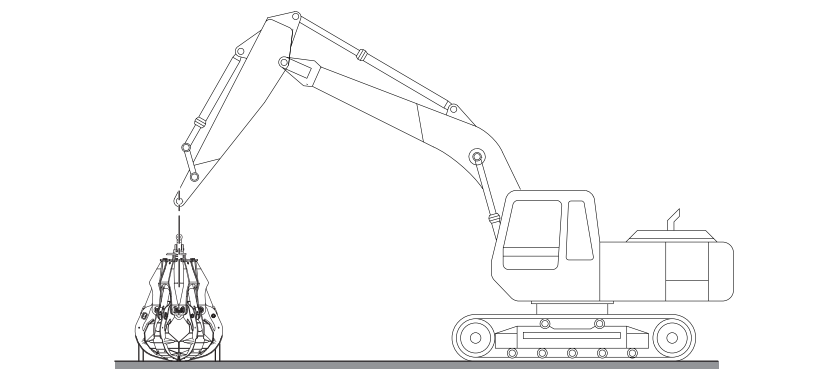

Рис. 4
1. Расположите рукоять машины в соответствии с точкой крепления оборудования (рис. 4).